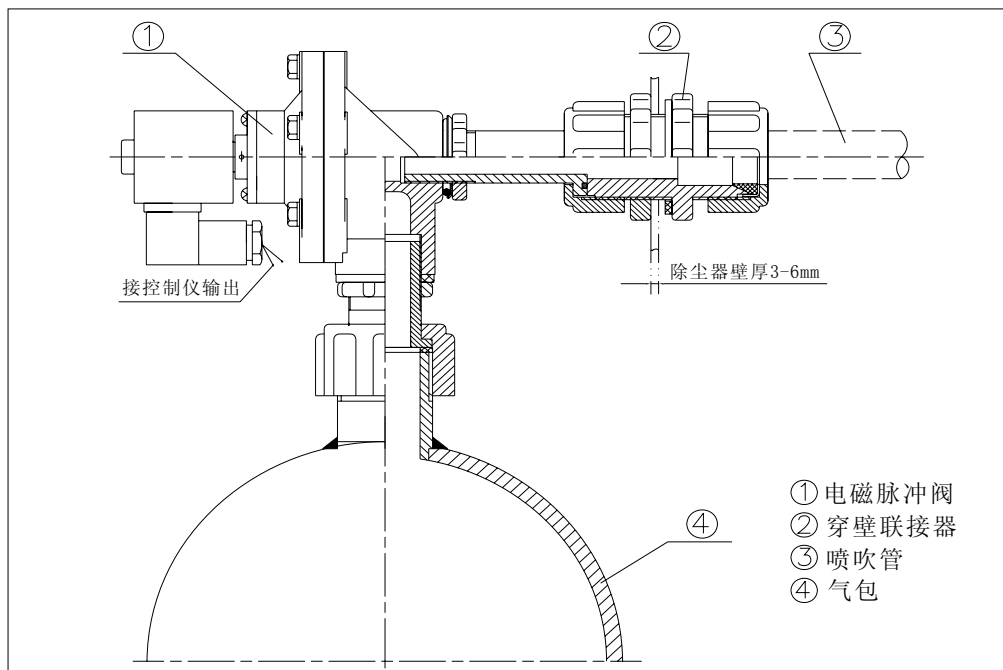

图8. DMF-Z型电磁脉冲阀与FAP-A-3型穿壁联接器安装图
2. 电磁脉冲阀的输出端与除尘器的喷吹管相联接，如采用专用的穿壁联接器（20、25、40S）不需焊接就能使相关的零部件可靠联接。拆卸也很方便，见图 8 所示。